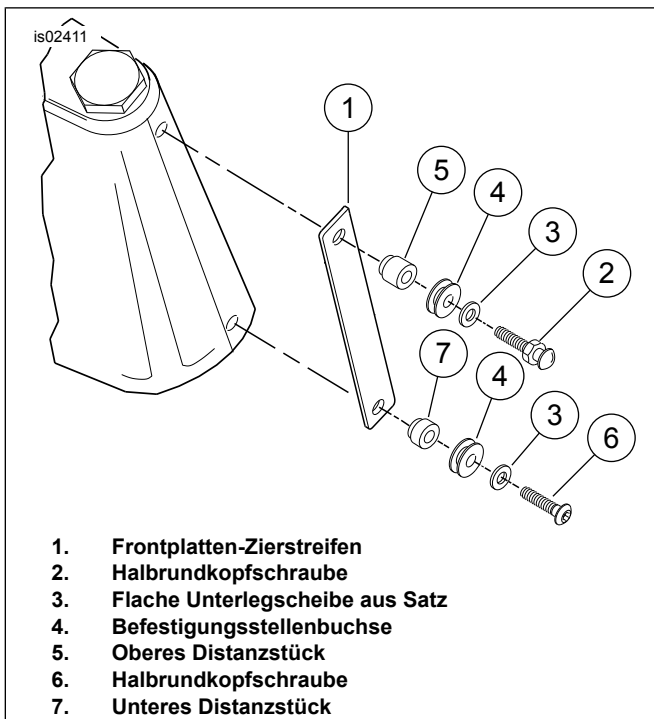

Abbildung 2. Einbau des Frontplatten-Zierstreifens und der Windschutzscheiben-Befestigungsstellen-Ausrüstung (Modelle ohne Überholleuchten)
2. Siehe Abbildung 2. Eine verchromte Halbrundkopfschraube (2) aus dem Satz nehmen. Zunächst eine flache Unterlegscheibe (3) und dann eine Buchse (4) auf das Schraubengewinde aufsetzen. Eines der dickeren oberen Distanzstücke (5) so auf das Gewinde aufsetzen, dass das abgeschnittene Ende vom Schraubenkopf weg zeigt.
3. Das Gewindeende der Schraube in das obere Loch im Frontplatten-Zierstreifen (1) und dann in das obere Loch in der vorderen und hinteren Platte einsetzen. Die Schrauben von Hand anziehen.